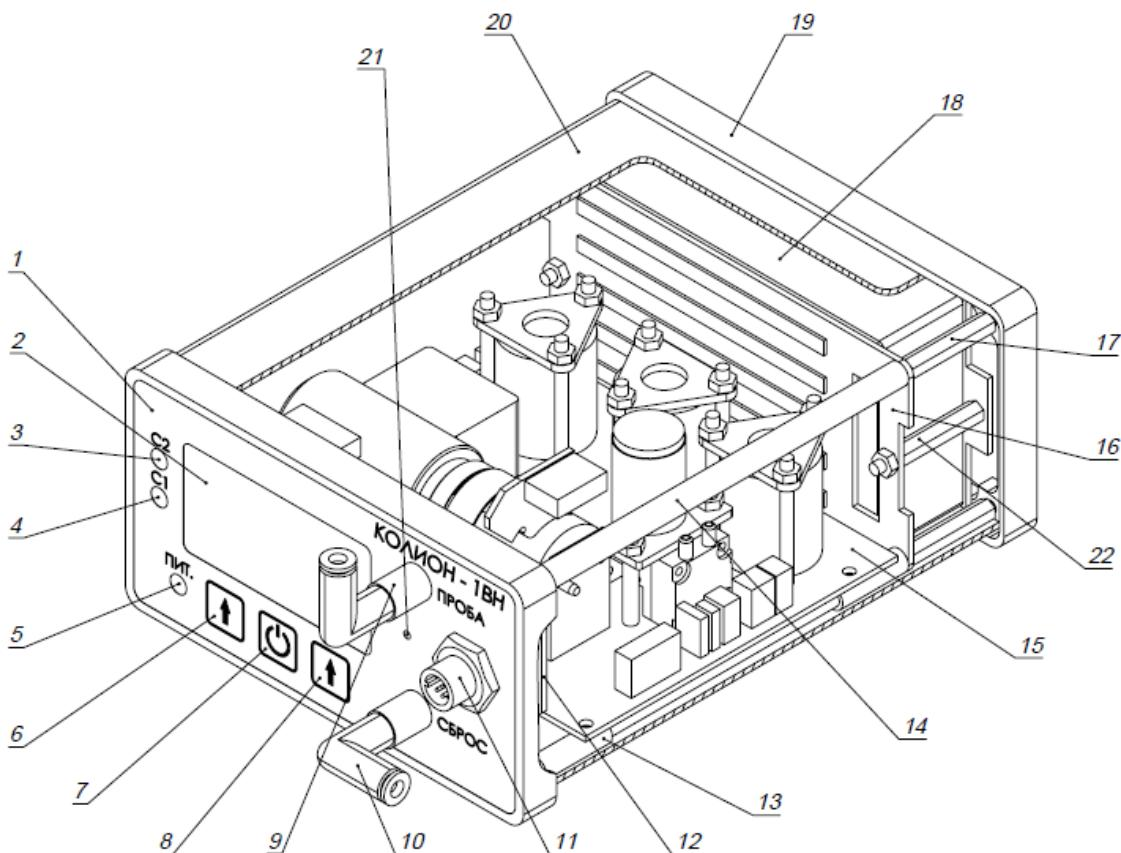

Рис. 1.1. Расположение элементов газоанализатора
1.5.2.1. Расположение основных элементов газоанализатора приведено на рис. 1.1.
1.5.2.3 Пробоотборник присоединяется к штуцеру ПРОБА газоанализатора (см. рис. 1.1 поз. 9) с помощью соединительной фторопластовой трубы с внешним диаметром 4 мм, внутренним диаметром 2 мм, длиной 0,9 м.
- кабельный ввод (3) для подключения кабеля (2);
- три светодиода контроля уровня заряда (4);
- кнопка включения контроля уровня заряда (5).
Кабель (2) снабжен разъемом (1) для подключения к разъему газоанализатора (поз. 11 рис. 1.1.) в режиме питания газоанализатора или к разъему зарядного устройства в режиме заряда (зарядное устройство входит в комплект поставки ВБА).